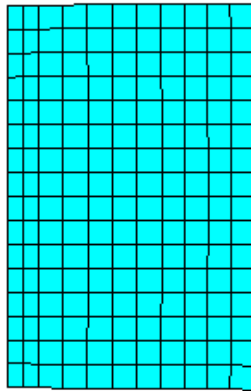

图11.12 网格划分结果
(12) 单击 Main Menu>Preprocessor>Meshing>Mesh Attributes>Picked Areas 菜单，弹出图形拾取对话框，选择不锈钢层，单击【OK】按钮，然后在【MAT】下拉列表框中选择【1】，单击【APPLY】按钮；接着选择玻璃纤维层，单击【OK】按钮，然后在【MAT】下拉列表框中选择【2】，单击【APPLY】按钮；再选择铝层，单击【OK】按钮，在【MAT】下拉列表框中选择【3】，最后单击【OK】按钮确认。
(13) 单击 Main Menu>Preprocessor>Meshing>Mesh>Areas>Mapped>3 or 4 sided 菜单，弹出图形拾取对话框，单击对话框中的【PICK ALL】按钮，将得到如图 11.12 所示的网格。